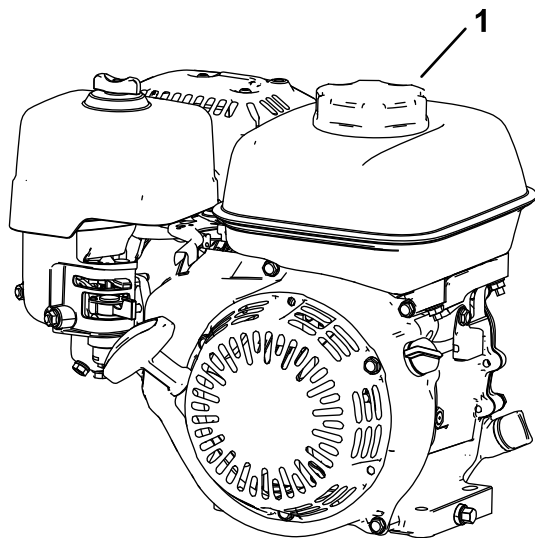

Figura 14
1. Limpie la zona alrededor del tapón del depósito de combustible y retire el tapón del depósito (Figura 14). Llene el depósito de combustible hasta la parte inferior del orificio del cuello del depósito; consulte el *Manual del operador* del motor.